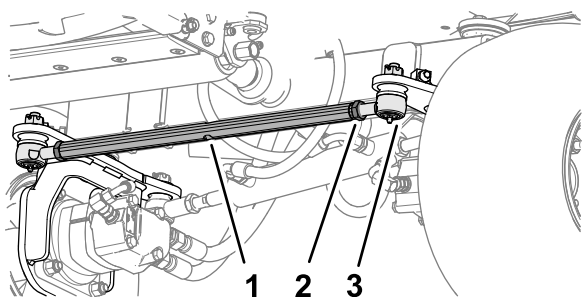

Bild 75
Spurstangenbaugruppe an den Stangenenden befestigt ist (Bild 75).
2. Richten Sie die Räder durch Drehen der Spurstange aus (Bild 75).